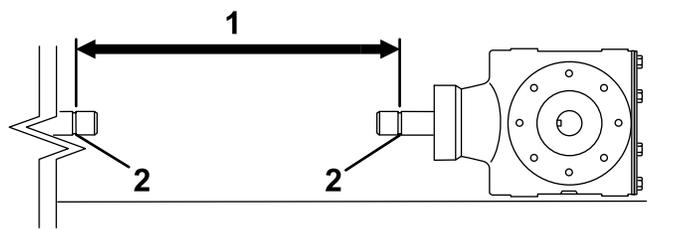
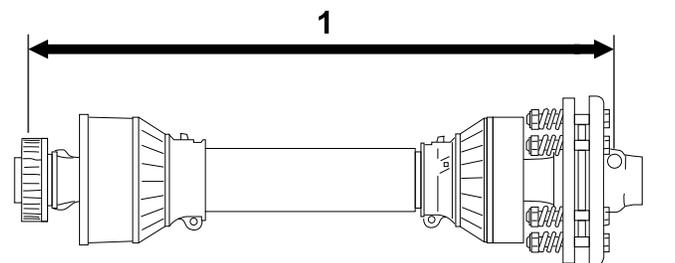

图 14
图 15
5. 测量从主机 PTO 轴端部锁槽到打孔机齿轮箱轴锁槽之间的距离图 14。
6. 测量从 PTO 轴一端锁定销球的中心到另一端锁定销球中心的距离图 15。
7. 使用图 14和图 12 中的 2 个测量值中较小的一个用图 15 中的距离减去此距离。示例81cm 减去 67cm 等于 14cm。